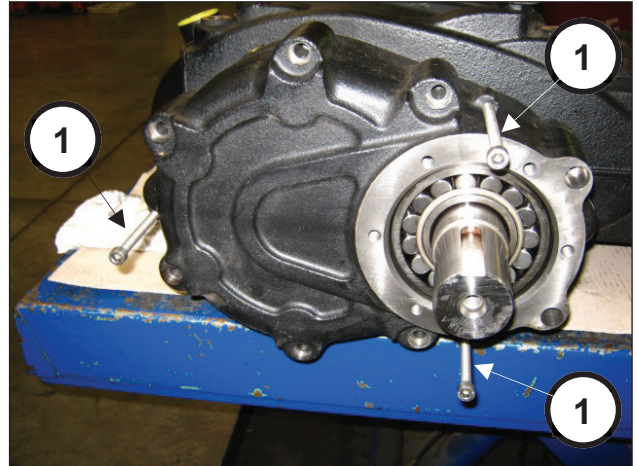

Abb. 6
Setzen Sie 3 Stiftschrauben oder Gewindeschrauben M8 (Pos. ①, Abb. 6) als Abzieher in die entsprechenden Bohrungen ein.